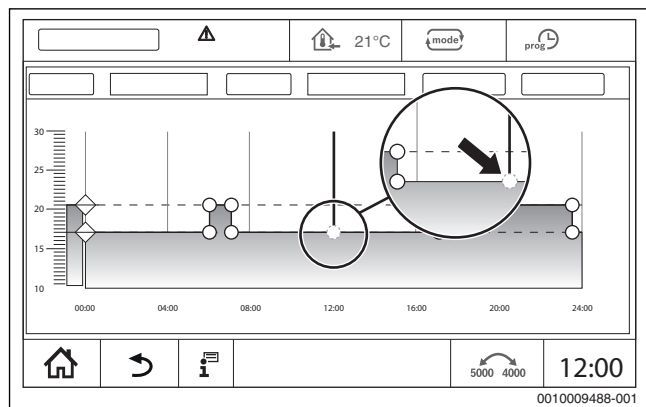

Рис. 27 Добавление точки переключения
- ▶ Коснитесь точки переключения (→ рис. 27, стр. 20) и потяните на температуру пониженного режима.